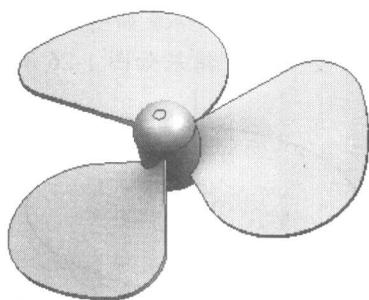

图1-20
13. 使用【边倒圆】功能，创建圆角，圆角半径为“12”，结果如图 1-20 所示。